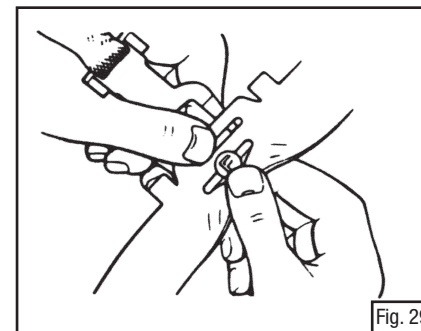

Fig. 29
- Após ajustar a orientação do capacete, verifique a posição da carneira em torno da cabeça. Se a posição da carneira não estiver confortável e segura, as alturas frontal e traseira podem ser ajustadas independentemente reposicionando os botões nas fendas que conectam o suporte de tiras à carneira. O ajuste da posição da carneira não afeta a altura em que o capacete repousa acima da cabeça. A suspensão do suporte de tiras não é ajustável (Fig. 29).